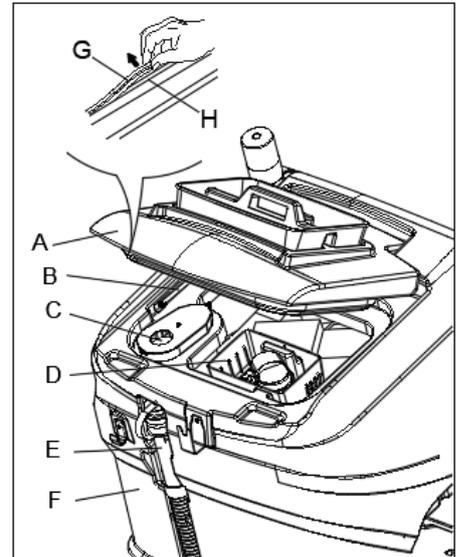

图 19
2. 检查前刮条（C，图19）和后刮条（D，图29）是否完整，是否有缺口和裂痕。必要的话按照下面的方法更换它们。检查后刮条前面的边（J，图19）是否已磨损，如果已经磨损，而上面的边是完整的时候可以把它上下颠倒安装；如果上面的边也磨损了的话，通过以下的步骤更换。
3. 打开污水箱盖（A，图19）确保污水箱盖支撑（B）起作用。
4. 通过排污管（E）排干污水箱里面的水，清洗污水箱盖（A，图19），污水箱（B图19）以及吸风盒（C图19）与垃圾盒（D图19）。
6. 检查密封条（G）的承受面是否完整和足够密封。如果有必要，把水箱密封条从槽（H）里取出更换。组装新的水箱密封条时，（图19所示）安装接头放置在后部的中间区域。